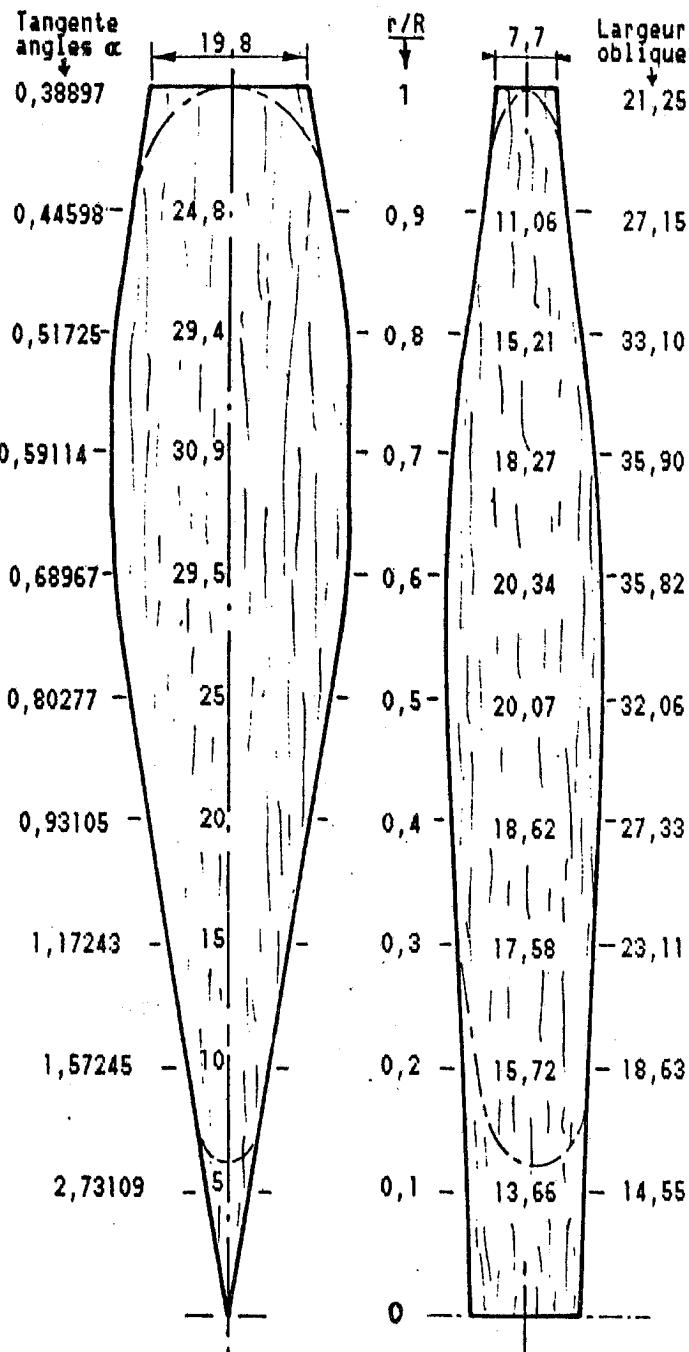

FIGURE 3
2) Tracer rapidement la forme de face du bloc (exemple: FIGURE 3, représentant les largeurs) et à droite, l'aspect de la vue de profil (les hauteurs).
Si la pale repliable est de forme pointue vers le centre (comme la **FIGURE 3**) il est conseillé, sur la vue de face seulement, d'augmenter la largeur, de 1 % du Ø, au point O, de 0,6 % au 0,1 R et 0,2 % au 0,3 R. Ceci pour renforcer le pied de pale.